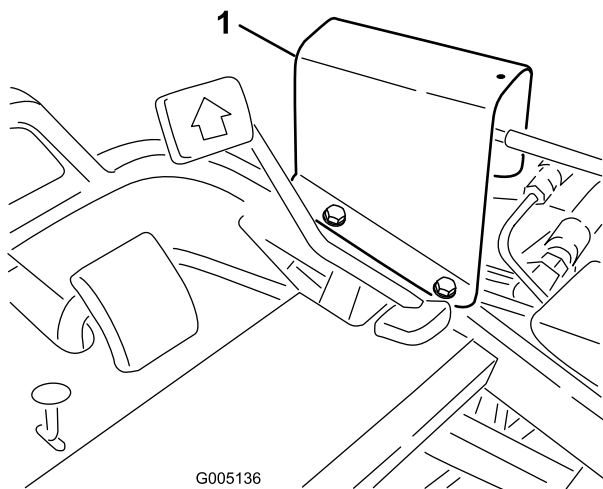

図 43
1. スプールNo. 1, No. 2, No. 3 をニュートラル位置（行程の中央）に置き、フット・パネルからトランスファ・ロッド・ガードを取る（図 43）。